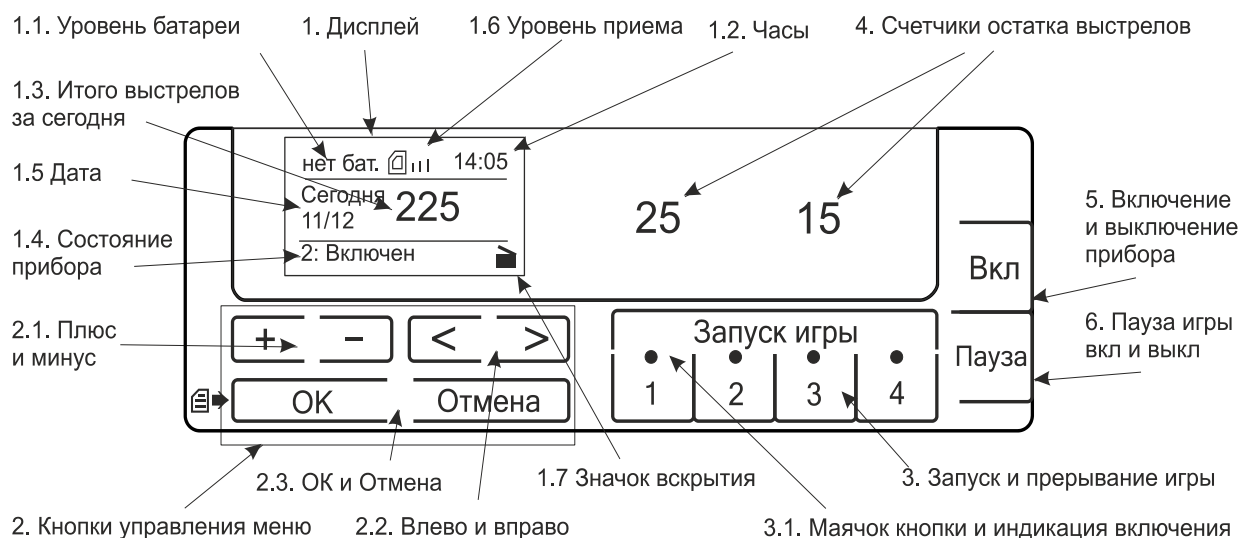

Рис. 1: Расположение элементов управления
Меню включает в себя настройки, просмотр статистики и служебного отчета. Меню открывается на дисплее (1), с помощью кнопок (2) (рис. 1). Здесь можно настроить все основные параметры, кроме звуков, настроек почты и SIM-карты, которые настраиваются только через приложение.
Включите прибор. На дисплее (1) (рис. 1) будет показано основное окно с настроением за день (Сегодня). Откройте меню кнопкой "Отмена". Далее нужно ввести пароль от настроек. Пароль вводится кнопками "1", "2", "3" и "4", "+", "-", "<", ">", при чем кнопки "+", "-", "<", ">" отвечают за цифры 5, 6, 7, 8 соответственно. Введите пароль и подтвердите кнопкой "ОК".